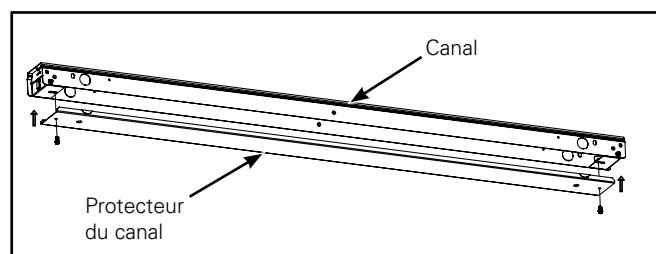

Figure 2.
- Câblez le luminaire selon les normes et installez le protecteur du canal sur le canal avec les vis fournies. (Figure 2.)